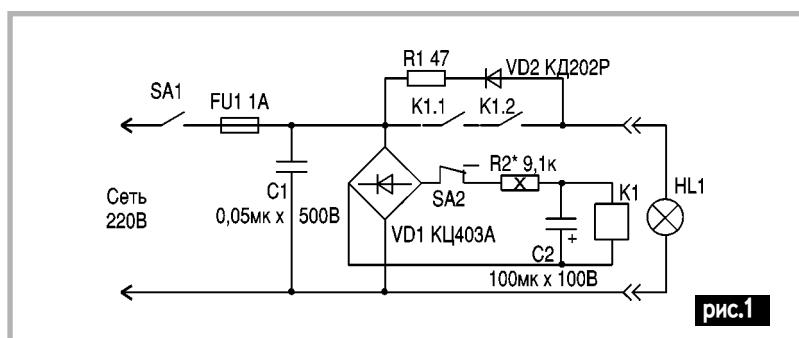

рис.1
Общеизвестно, что использование предварительного прогрева нити лампы накаливания позволяет значительно продлить срок ее службы. Для этого можно применить устройство, схема которого показана на **рис.1**.
**Принцип работы.** При включении переключателя SA1 (переключатель SA2 при этом должен находиться в положении, указанном на рис.1) лампа HL1 за счет последовательно соединенных с HL1 элементов R1 и VD2 находится в режиме неполного накала. Через 3-5 с после того как зарядится конденсатор C2, включается реле K1, которое своими контактами закорачивает добавочные элементы R1 и VD2. В результате